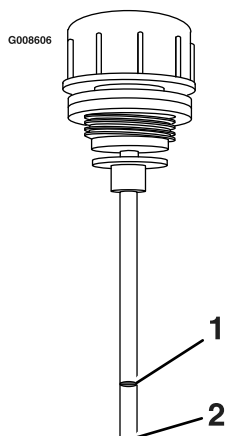

Figure 26
6. Retirez une nouvelle fois le bouchon et contrôlez le niveau d'huile sur la jauge. Voir la Figure 26 pour les niveaux d'huile.